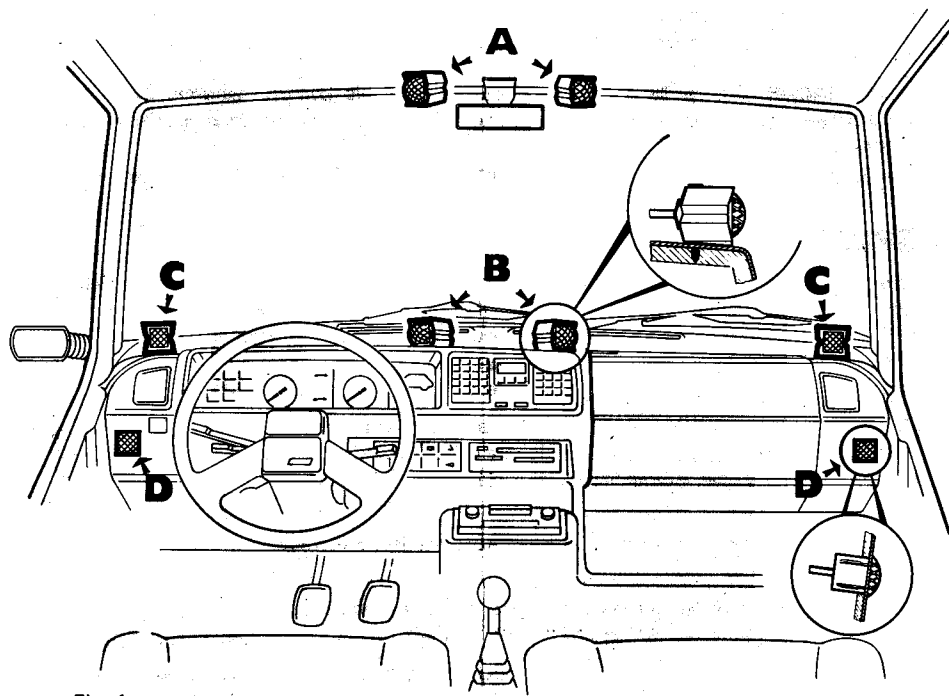
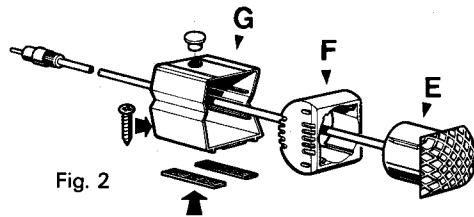
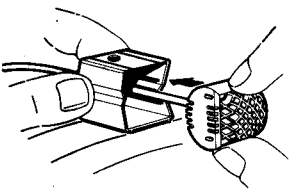
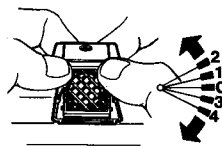

Fig. 1
Fig. 2
Fig. 6
Fig. 7
- 2) Stabilire la posizione in cui sistemare i due rilevatori radar scegliendo tra le diverse possibilità rappresentate in fig. 1. Dare comunque la preferenza alle zone più alte dell'abitacolo affinché la visuale dei rilevatori stessi non venga compromessa dallo schermo creato dagli schienali dei sedili veicolo (anteriori).
- 4) Dopo aver assemblato i pezzi E ed F di fig. 2, introdurla nella scatola infilando per primo lo spinotto col relativo cavo (fig. 6).
- 5) Per regolare l'inclinazione del rilevatore rispetto alla scatola, premere la parte F di fig. 2 rispettivamente sugli spigoli inferiori e superiori scegliendo fra le cinque posizioni possibili (fig. 7).
Se si è scelta la pos. D di fig. 1 (incassati nel cruscotto), utilizzare solamente il pezzo E (fig. 2) incastrandolo in fori di diametro 18 mm.